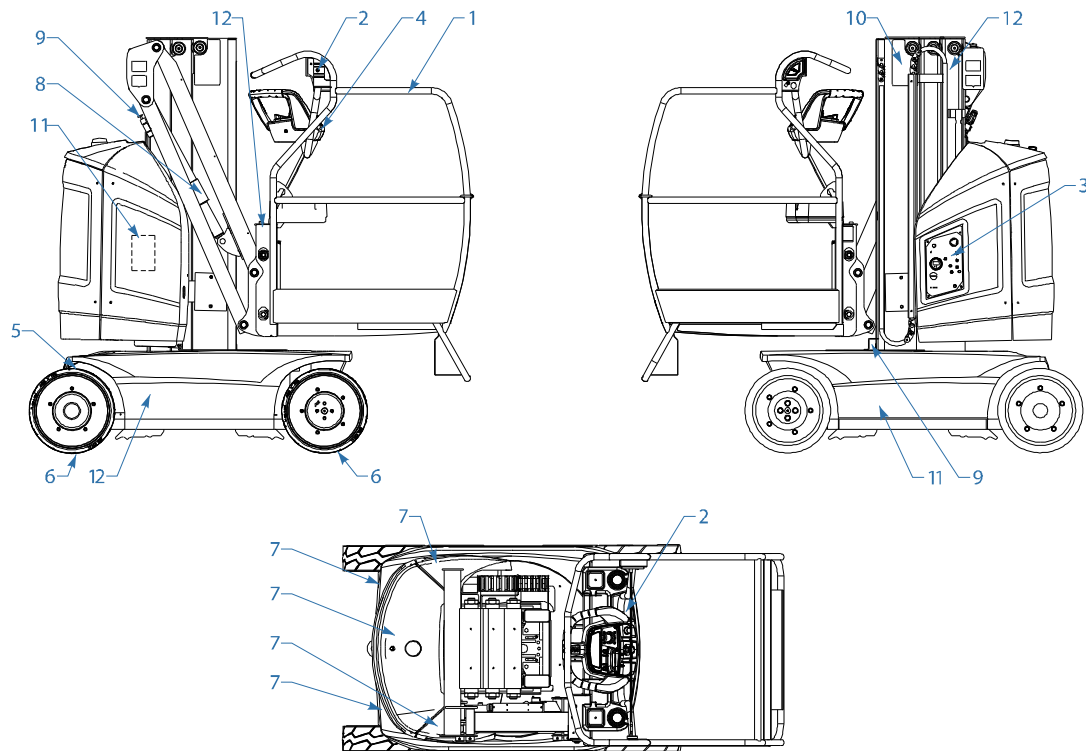

Рис. 2-1. Ежедневный общий осмотр - 8E/20E
5. **Обход машины** — См. рис. 2-1 или 2-2, в зависимости от модели.
Начните «общий осмотр» с элемента 1, см. рис. 2-1 или 2-2 в зависимости от модели. Переходите проверку каждого пункта в соответствии с очередностью условий, указанной в приведенном ниже контрольном списке.